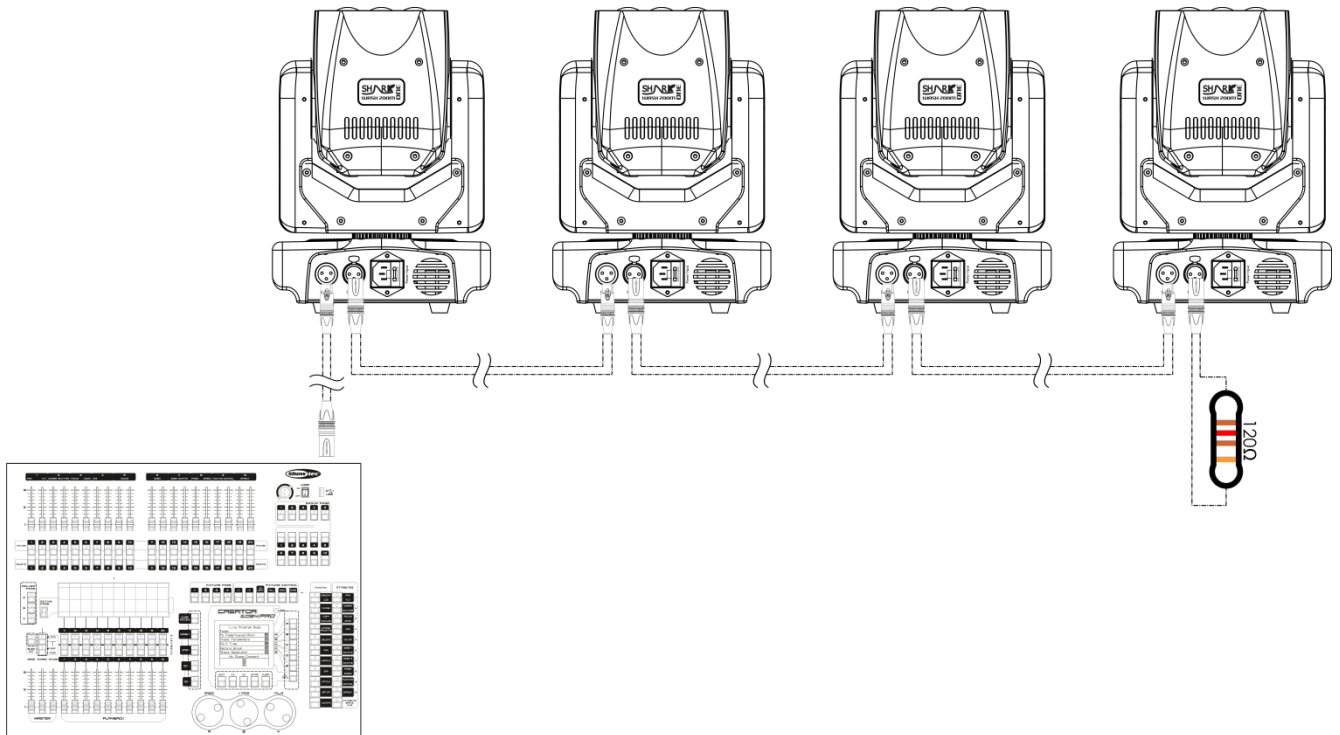

Fig. 04
- 04) Collegare le unità come indicato nella (Fig. 04). Collegare un cavo di segnale DMX dall'uscita "out" del primo dispositivo DMX alla presa "in" della seconda unità. Ripetere questo processo fino a collegare la seconda, la terza e la quarta unità.